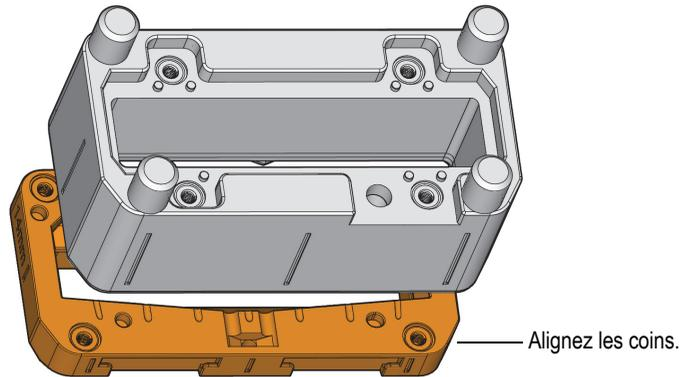

Figure 5-3 Installation de la plaque de ligne à retard sur le support de sonde
8. Placez la plaque de ligne à retard sous l'assemblage du support de sonde en alignant bien les coins (Figure 5-3 à la page 79).